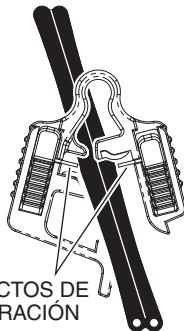

Fig. 10
- Abra la sección principal del sujetador en el conector. (Fig. 10)